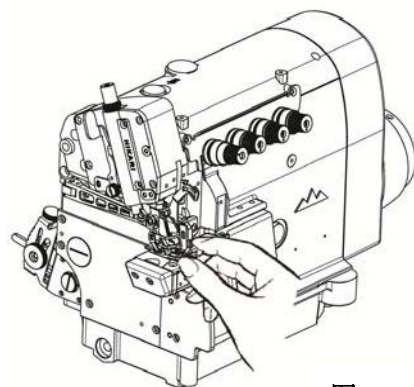

图 2
- 务必检查压脚是否牢固的固定好。（使用抬压脚机构抬起压脚，用手前后左右扳动，检查压脚是否松动）（图 2）